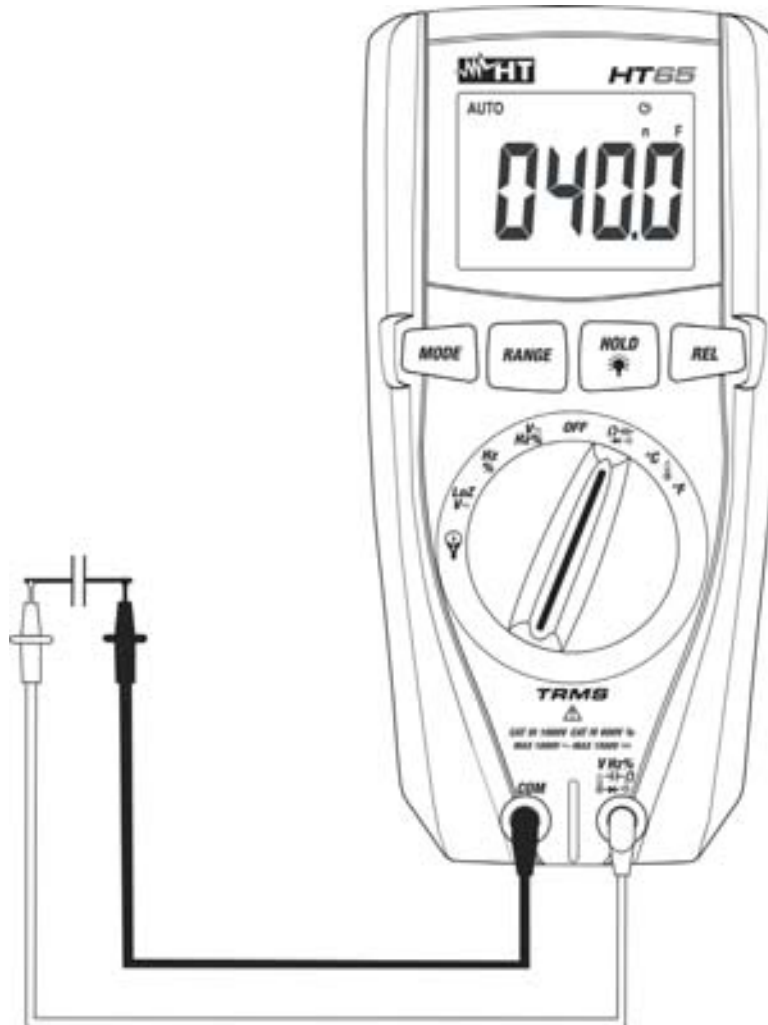

Fig. 8: Utilisation de l'instrument pour mesure de Capacité
5. Positionner les embouts aux extrémités du condensateur sous test en respectant, éventuellement, les polarités positives (câble rouge) et négatives (câble noir) (voir Fig. 8). La valeur de capacité sera affichée à l'écran. **En fonction de la valeur de capacité à mesurer, l'instrument peut utiliser environ 20s avant d'afficher la valeur finale correcte**